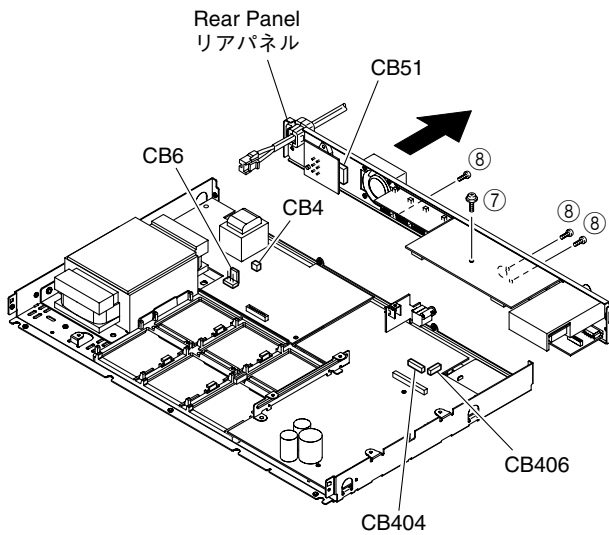
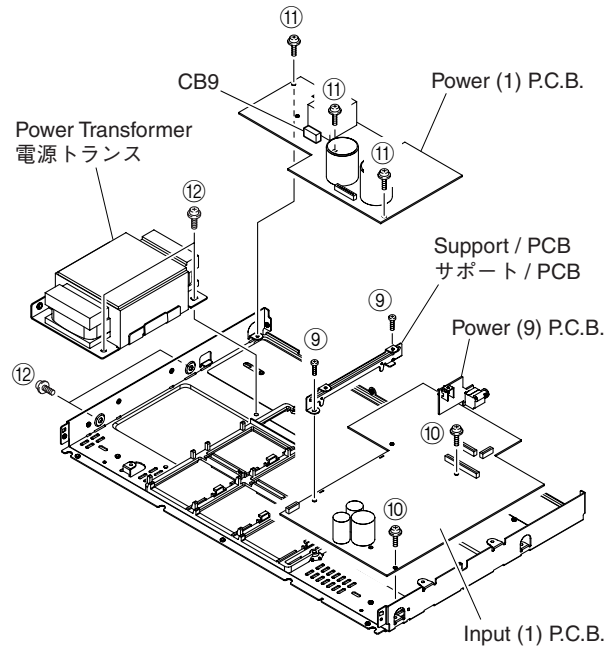

Fig. 3
Fig. 4
- Remove 3 screws (⑥). (Fig. 4)
- ⑥のネジ3本を外します。(Fig. 3)
**5. Removal of Rear Panel (Fig. 3)**
- a. Remove 1 screw (⑦) and 3 screws (⑧).
**6. Removal of INPUT (1) and POWER (9) P.C.B. (Fig. 4)**
- a. Remove 2 screws (⑨) and then remove the Support/PCB.
- b. Remove 2 screws (⑩).
- c. Remove the INPUT (1) and POWER (9) P.C.B.s.
**7. Removal of POWER (1) P.C.B. (Fig. 4)**
- b. Remove 3 screws (⑪).
- c. Remove the POWER (1) P.C.B..
**8. Removal of Power Transformer (Fig. 4)**
- a. Remove 4 screws (⑫).
**5. リアパネルの外し方 (Fig. 3)**
- a. ⑦のネジ1本、⑧のネジ3本を外します。
**6. INPUT (1) P.C.B.、POWER (9) P.C.B.の外し方 (Fig. 4)**
- a. ⑨のネジ2本を外し、サポート/PCBを取り外します。
- b. ⑩のネジ2本を外します。
- c. INPUT (1) P.C.B.、POWER (9) P.C.B.を外します。
**7. POWER (1) P.C.B.の外し方 (Fig. 4)**
- b. ⑪のネジ3本を外します。
- c. POWER (1) P.C.B.を外します。
**8. 電源トランスの外し方 (Fig. 4)**
- a. ⑫のネジ4本を外します。